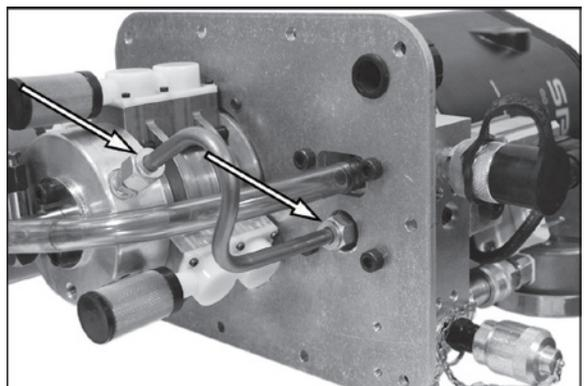

Figure 71.
2. Voir Figure 71. Desserrez les deux raccords à compression et enlevez le tuyau à haute pression.